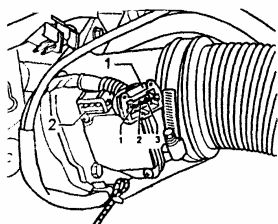

图 3-18 拔下空气质量计的三针插头
(4) 在显示区域 3 中的显示即为所吸入的空气量。其值应为 2.00~4.00g/s。如果未达到规定值或有关空气质量计的故障码，则检查空气质量计的电压。
(5) 拔下空气质量计的三针插头，如图 3-18 所示。